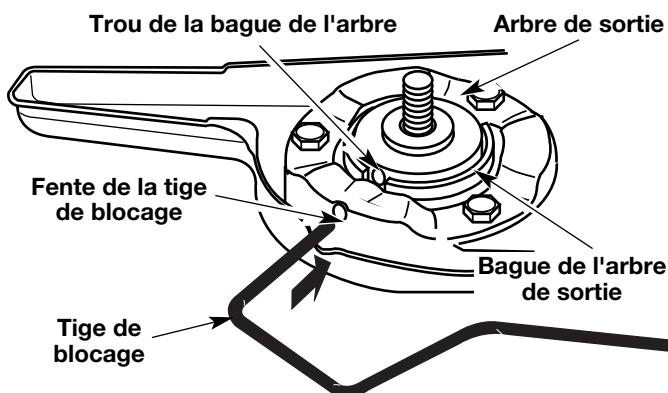
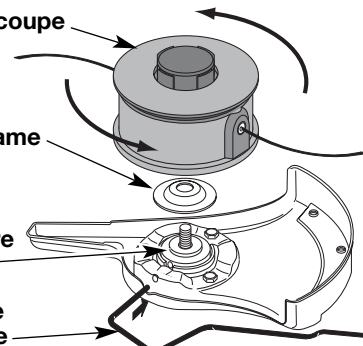

Fig. 8
Fig. 15
1. Alignez le trou de la bague de l'arbre avec la fente de la tige de blocage, puis insérez la tige dans le trou de la bague (Fig. 8).
- Alignez le trou de la bague de l'arbre avec la fente de la tige de blocage, puis insérez la tige dans le trou (Fig. 8).
- Alignez le trou de la bague de l'arbre avec la fente de la tige de blocage, puis insérez la tige dans le trou. (Fig. 8). Placez la retenue de lame sur l'arbre de sortie, la partie plate reposant contre la bague de l'arbre tel qu'indiqué sur la Fig. 15. Vissez l'accessoire de coupe à gauche sur l'arbre. Vissez bien.
REMARQUE : Vérifiez si l'interrupteur On/Off est bien en position ON (I) (Fig. 15).